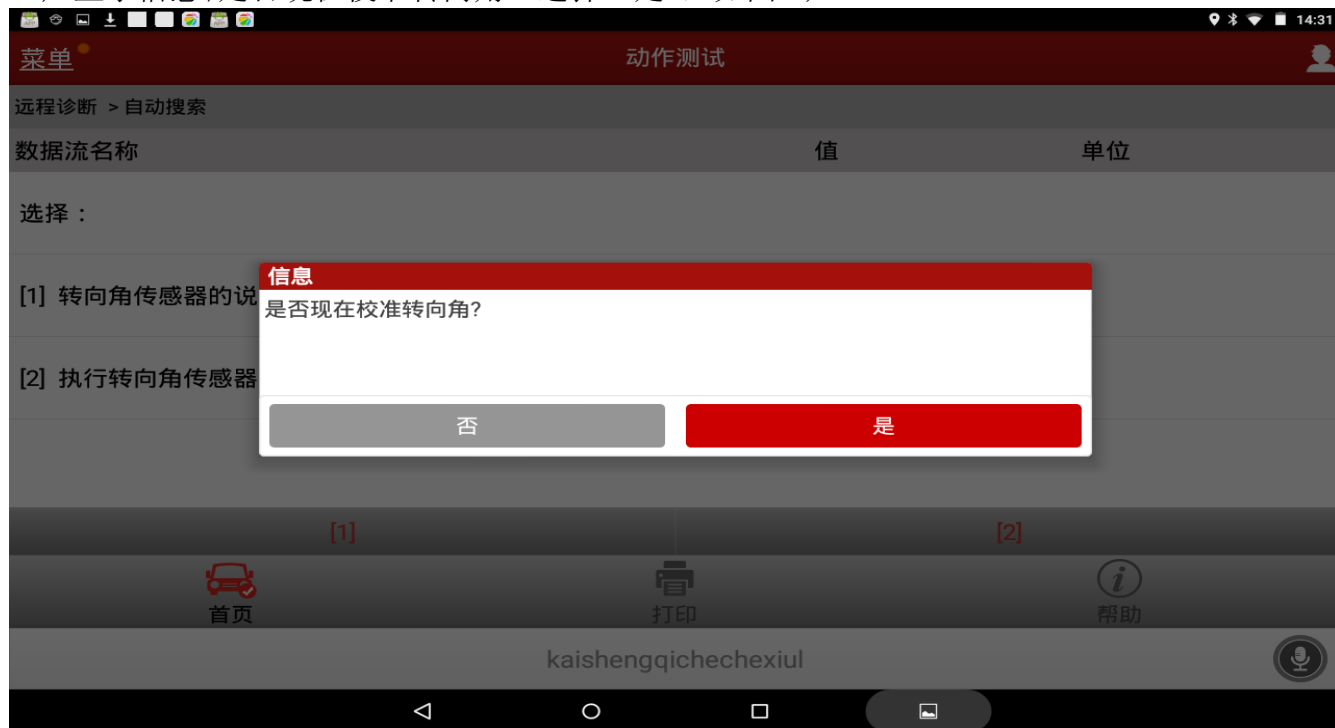

图 8
10). 显示信息;是否现在校准转向角? 选择“是”, 如图 8;